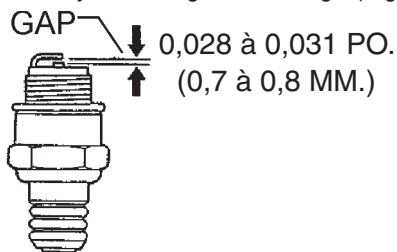

Figure 17. Écart bougie d'allumage
1. Retirer et nettoyer la bougie d'allumage (Figure 17).